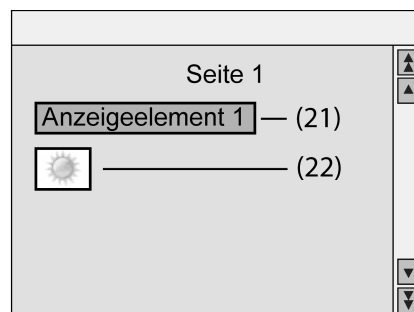

Bild 12: Arten von Anzeigeelementen
- i** Zusätzlich zu einem Elementsymbol (siehe Bild 12) kann den Anzeigestatuswerten des Elements auch jeweils ein Statussymbol zugewiesen werden (siehe folgender Abschnitt "Anzeigefunktion"). Es ist zu beachten, dass sich in Abhängigkeit der projektierten Symbolposition die Elementsymbole und die Statussymbole ggf. überlappen. Dabei überschreibt ein Statussymbol ein Elementsymbol. Ein Statussymbol überschreibt auch den Anzeigetext eines Elements.